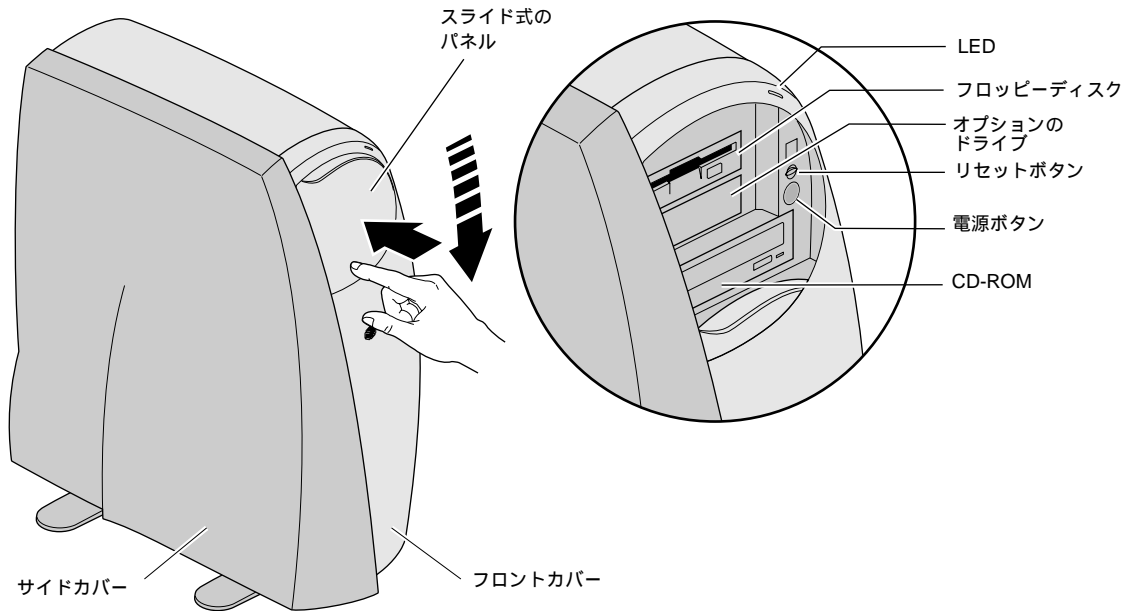

図 1-10 フロントパネルの開け方
1. スライド式のパネルを開くには、パネルの下の部分を軽く押します (図 1-10)。